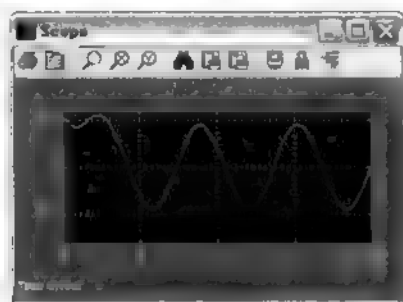

图 7.57 仿真结果
(10) 运行仿真并查看结果。保存 Simulink 模型, 然后在 Simulink 窗口中单击【运行】按钮, 然后双击 Scope 模块查看仿真结果。结果如图 7.57 所示。